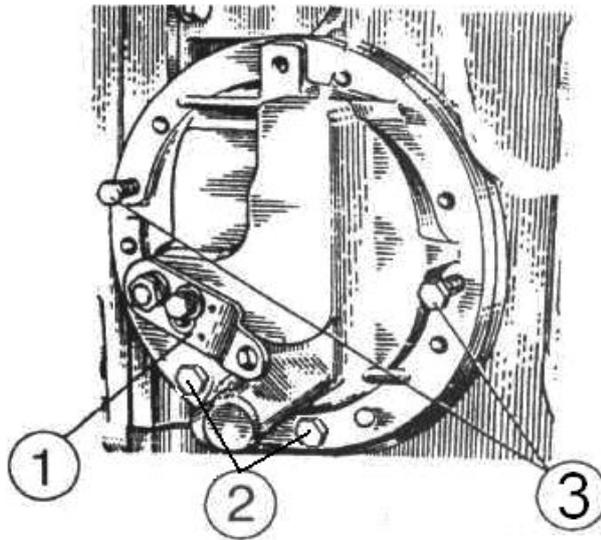
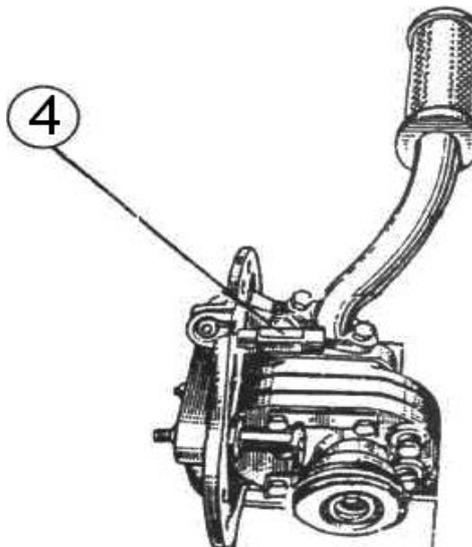

Рисунок 4.28
Рисунок 4.29
2) переведите рычаг включения насоса трансмиссии (1) (рисунок 4.28) по часовой стрелке до упора;
3) отверните болты крепления (2) (рисунок 4.28), используя демонтажные болты (3) снимите привод насоса (4) (рисунок 4.29) в сборе;